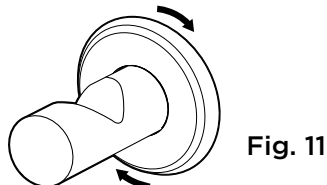

Fig. 11
- Use los tornillos suministrados para fijar el gancho de la bolsa en su lugar y, a continuación, tome la planchuela y atorníllela sobre la placa de montaje para cubrir los tornillos de montaje. **Fig. 11**